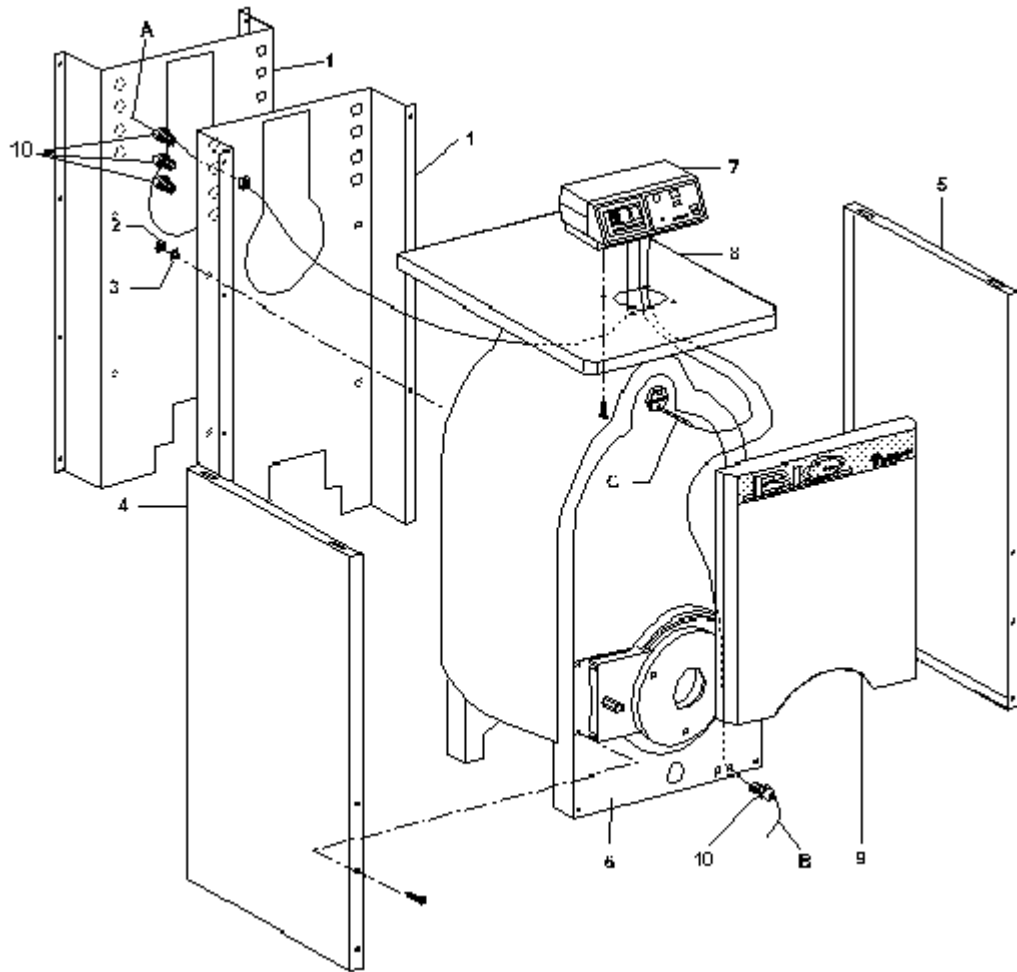

Рис.5
- 4) Подсоедините панель управления 7 к обшивке 8, проведя все провода через отверстие. До подсоединения обшивки к котлу проведите провод питания А и провод горелки В через соответствующие отверстия и закрепите, используя хомуты 10, поставляемые в комплекте (рис. 5).